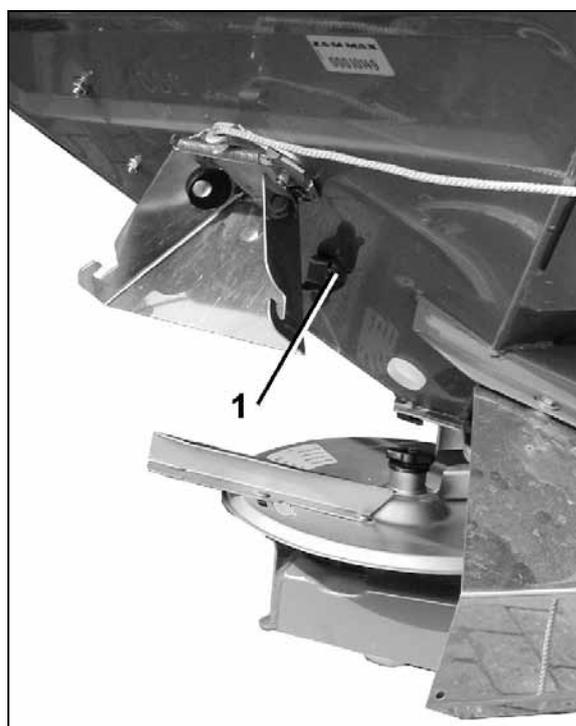
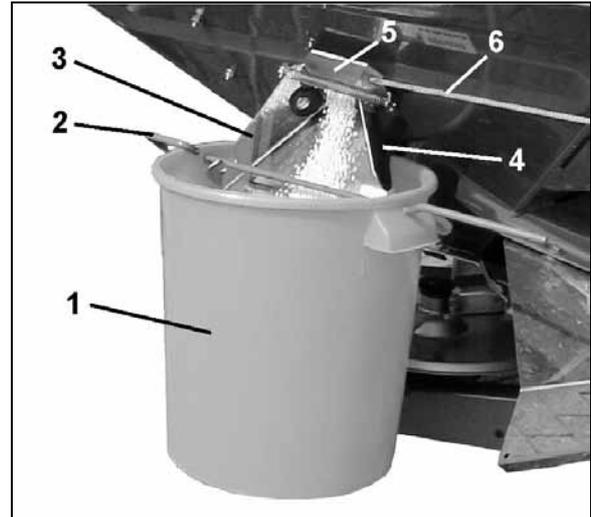

Fig. 50
Fig. 51
1. Enganchar el recipiente colector (Fig. 51/1) mediante el estribo (Fig. 51/2) en el deslizador de salida (Fig. 51/3). Encastrar el recipiente colector en el dispositivo de enganche (Fig. 51/4 y Fig. 50/1).
2. Abrir completamente corredera lateral (Fig. 51/5) de deslizador de salida durante aprox. 5 sec. mediante cable (Fig. 51/6) (para asegurar flujo uniforme de fertilizante). A continuación volver a echar la cantidad recogida de fertilizante en el dispersor.